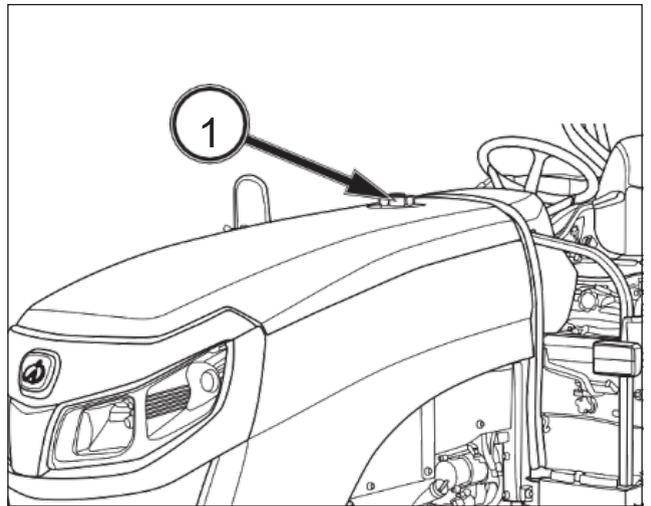

FIG. 117
FIG. 117: Cuando retire el tapón de llenado (1) del depósito de carburante, puede oír un ruido seco o un silbido. Este ruido es normal debido al diseño del tapón. No modifique el tapón y no utilice un tapón no homologado, ya que podría provocar una fuga de carburante en caso de inversión del tractor.